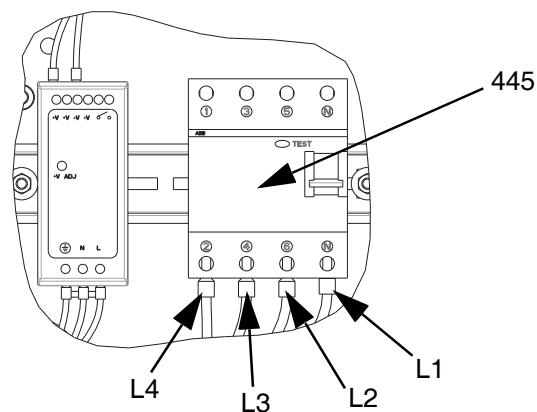

FIG. 18
- Anslut ledare L1, L2, L3 och L4 från expansionsmodulen till kretsrytaren (445) som visas i FIG. 18.
12. Anslut jordledningen till jordskruven (455) genom att lossa muttern (437) på kablaget.